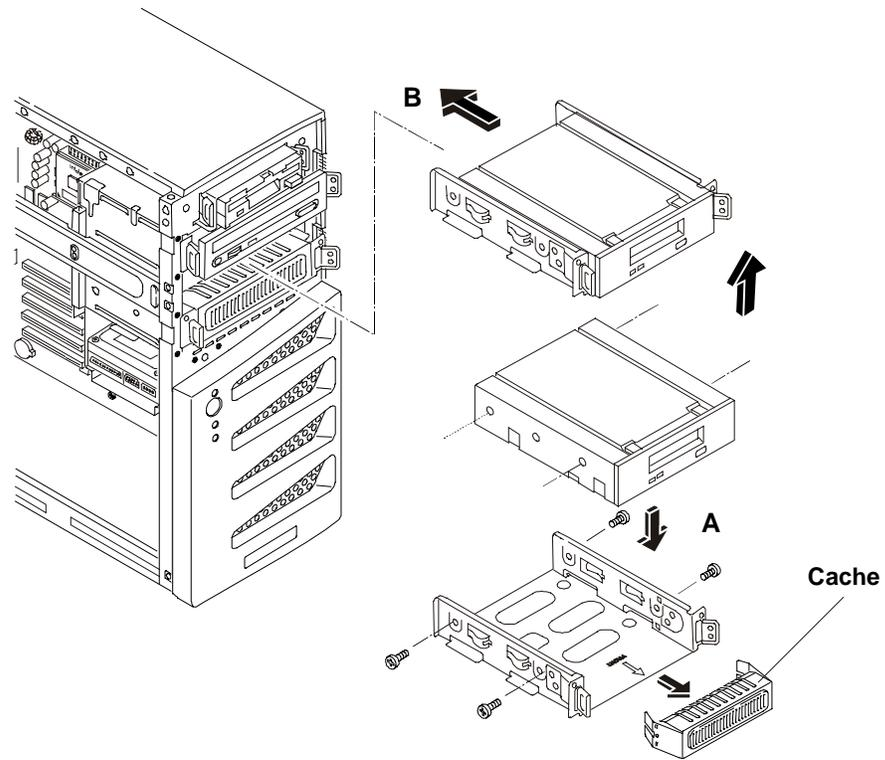

Figure 4-5. Ajout de l'unité de sauvegarde sur bande (en option)
6. Retirez le cache du troisième berceau de montage. Reportez-vous à la figure 4-5.
- a. Placez l'unité dans le berceau et fixez-la à l'aide des vis fournies. Reportez-vous à la figure 4-5.